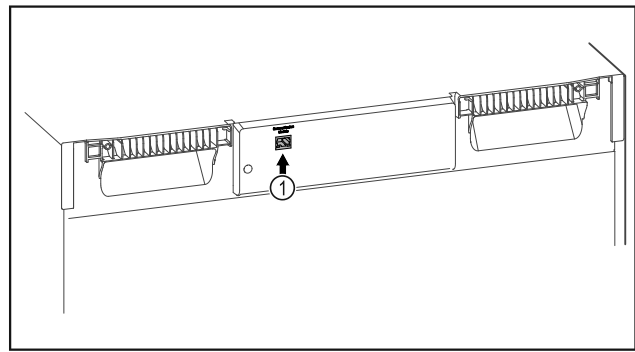

Fig. 120
- Използва се SmartModule Fig. 120 (1).